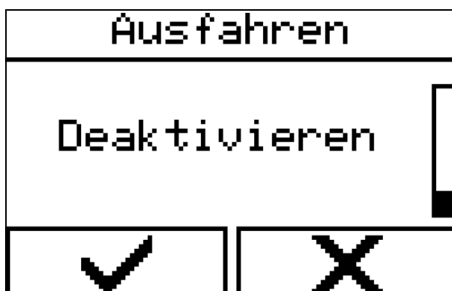

Abb. 112: Kollisionserkennung deaktivieren
5. → Für die ausgewählte Verfahrrichtung „Deaktivieren“ (Abb. 112) auswählen.